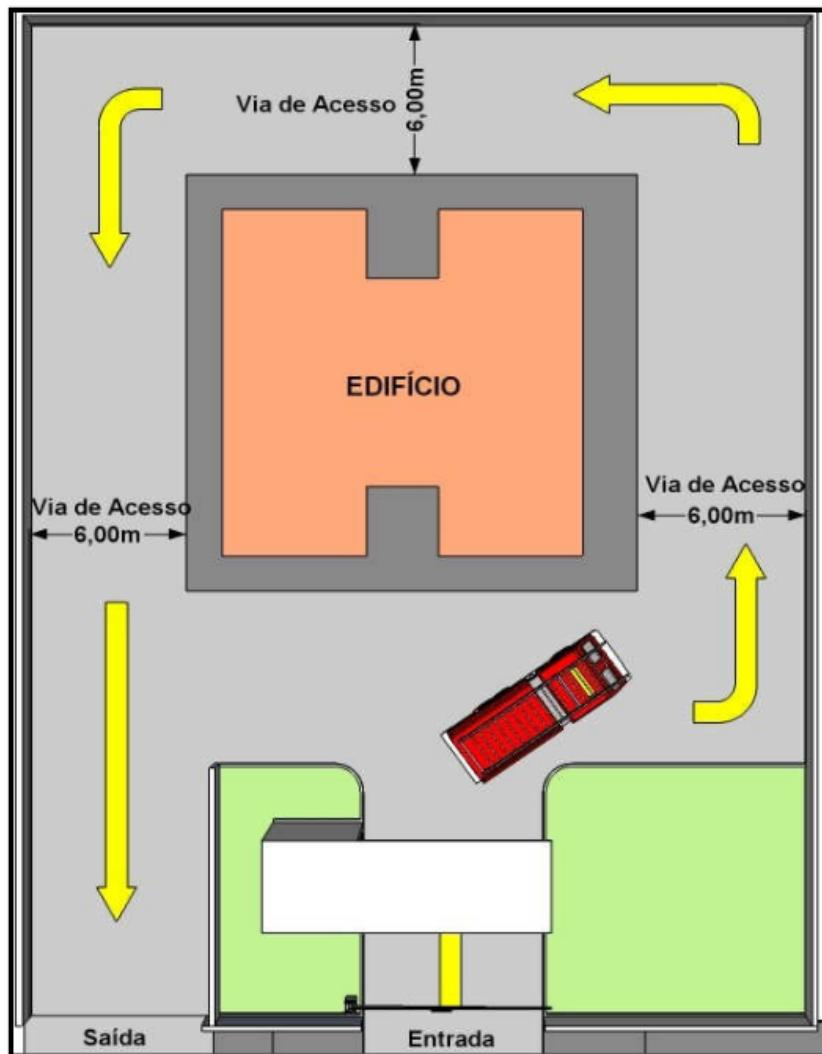

Figura 3 – Modelo de retorno
5.1.4.1 Outros tipos de retornos podem ser usados, desde que garantam a entrada e a saída das viaturas nos termos desta NPT (ver modelo na Figura 3).